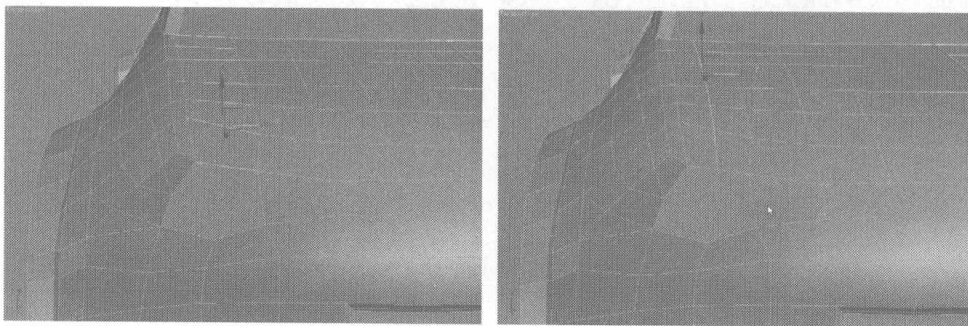
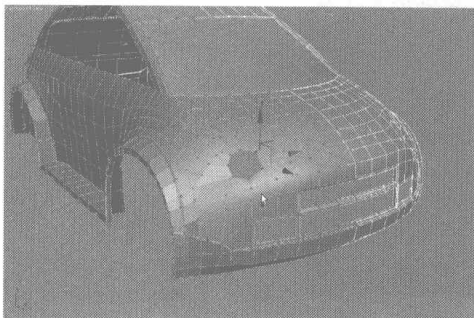
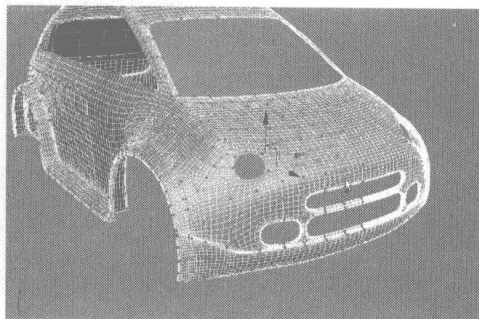

图 7.155
图 7.156
图 7.157
- 08** 选择车盖上的曲线，单击 **Connect** 按钮，添加一条曲线，如图 7.155 所示。调整车灯处节点的位置，如图 7.156 所示，平滑效果如图 7.157 所示。